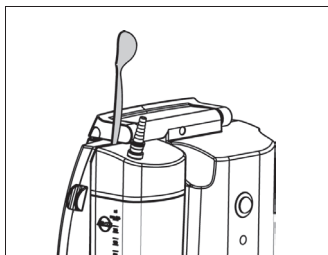

Bild 9.
- Bei Bedarf kann die Behälter-Deckeleinheit noch leichter mit Hilfe eines Hebelinstruments (flacher Spatel, o.ä.) vom Gerät gelöst werden (Bild 9).